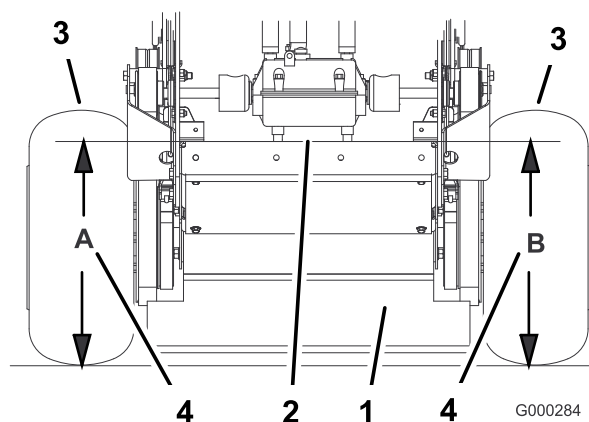

**Figura 52**
3. Coloque uma superfície comprida e reta na parte superior da plataforma do motor como se mostra na Figura 52.
4. No canal transversal da estrutura de suporte, meça a altura no local **A** (Figura 52).
6. Desaperte os parafusos de montagem da estrutura de suporte em ambos os lados da máquina (Figura 52).
7. Alinhe a estrutura de suporte e plataforma do cortador para corresponder a 33 mm, mais ou menos 6 mm, no local **A** (Figura 52).